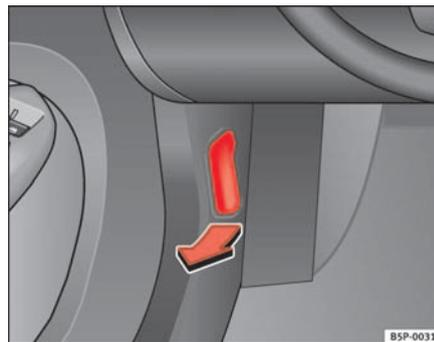

Fig. 151 Detalle de la zona reposapiés del lado del conductor: palanca para el desbloqueo del capó del motor.
- Tire de la palanca que se encuentra bajo el tablero de instrumentos ⇒ página 214, fig. 151 en el sentido que indica la flecha. El capó queda desbloqueado por la acción resorte del muelle ⇒ .